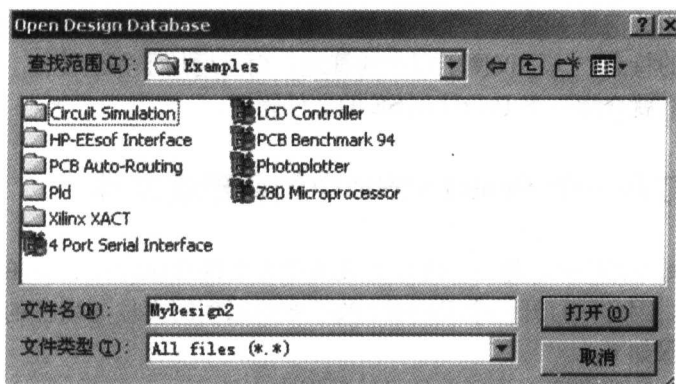

图 2-13 打开文件对话框
(2) 执行完该命令后, 会弹出如图 2-12 所示的打开文件对话框。在该对话框【搜寻】选项中找到文件所在的位置, 在【文件类型】选项中选择所要打开的文件类型, 在【文件名】选项或文件列表框中输入或选中所要的文件名, 这里的文件类型为原理图文件 (\*.sch), 如图 2-13 所示。